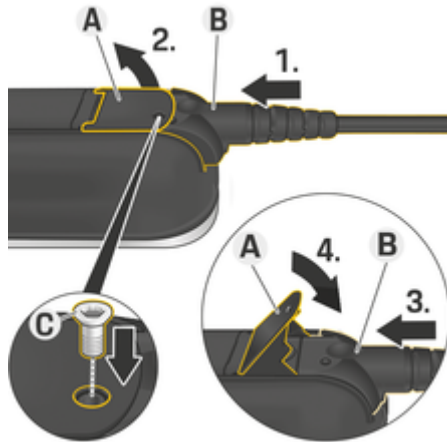

Bild 170: Fästa kabeln och fixera kontakten
✓ Spaken **A** (Bild 170) är stängd.
1. Skjut in kontakten **B** (Bild 170) till det första motståndet i manöverenheten.
2. Fäll upp spaken **A** (Bild 170).
3. Skjut in kontakten **B** (Bild 170) helt.
4. Stäng spaken **A** (Bild 170).
5. Skruva fast kontakten **B** (Bild 170) med skruven **C** (Bild 170) på manöverenheten.